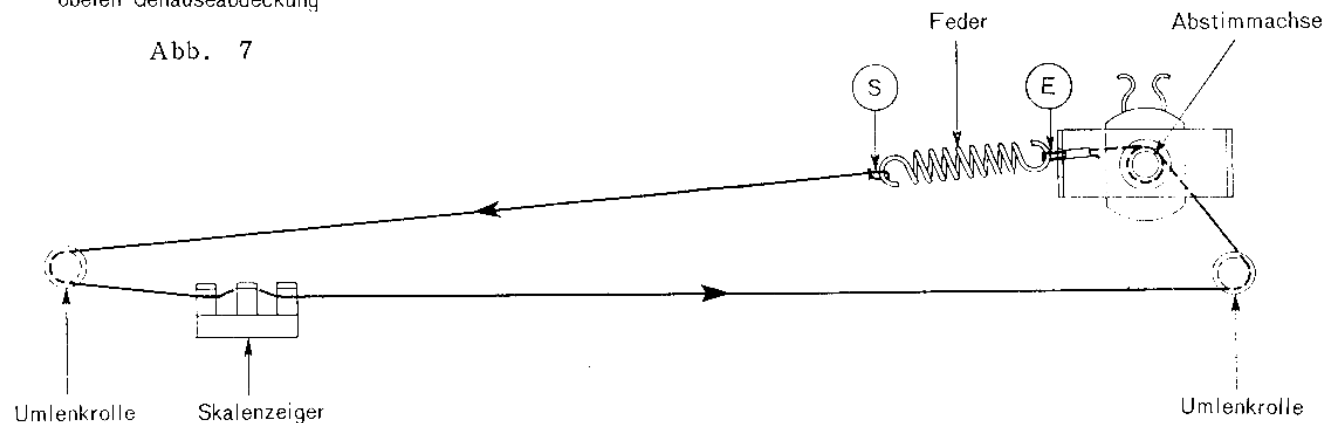

Abb. 8
2. Das Skalenseil nach Abb. 8 auflegen.